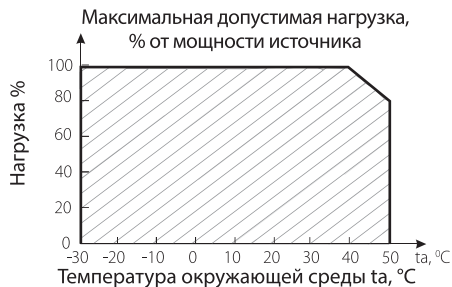

Рис. 2
- 4.3. Не нагружайте источник питания более 80% от его максимальной мощности. Учитывайте, что с повышением температуры окружающей среды, максимальная мощность источника питания снижается (см. график зависимости на Рис.2)